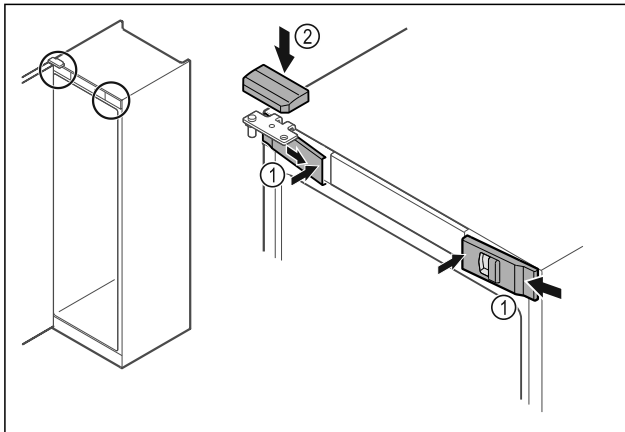

Fig. 54
- Vordere Abdeckungen Fig. 54 (1) seitlich einhaken und innen aufrasten.
- Obere Abdeckung Fig. 54 (2) von oben aufrasten.